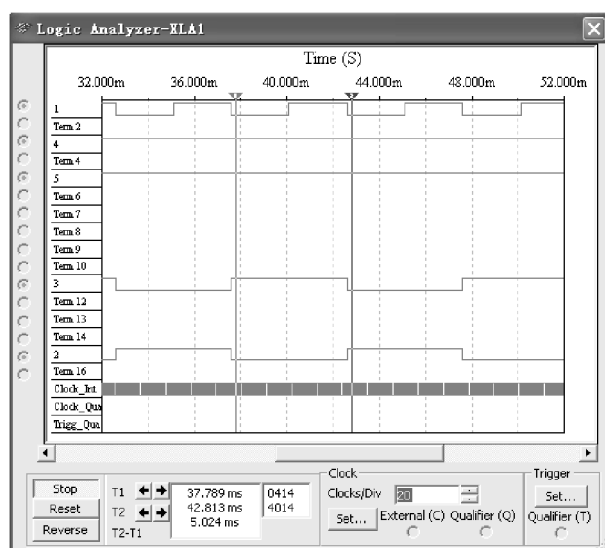

图 6-57 JK 触发器的工作波形
(3) 双击逻辑分析仪图标, 打开逻辑分析仪的面板, 设置合适的内部时钟信号, 即可显示 JK 触发器的工作波形, 如图 6-57 所示。